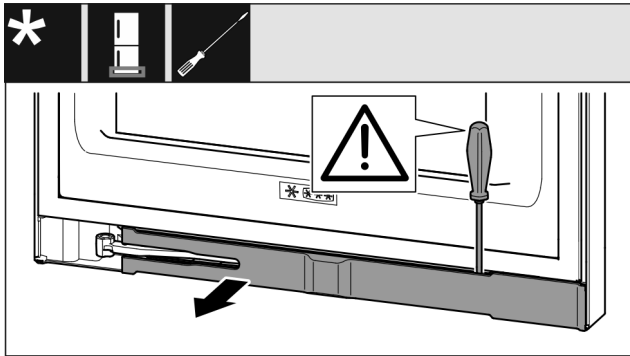

Fig. 11
- ▶ Dégager le cache avec le tournevis et le faire pivoter sur le côté. Fig. 11 ()